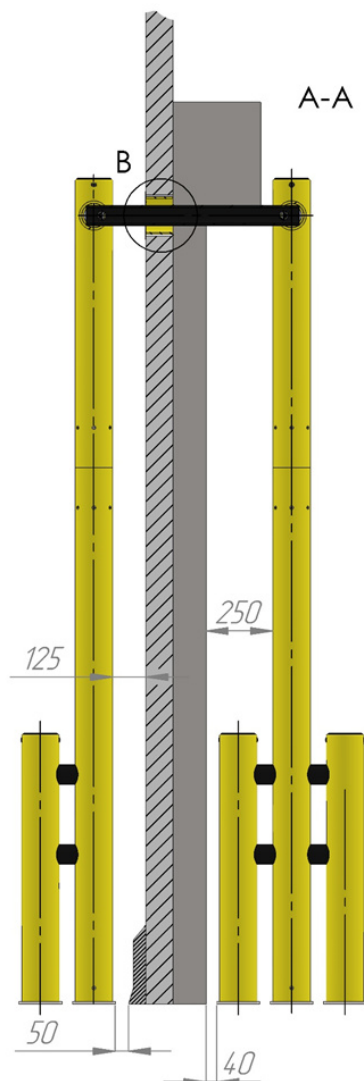
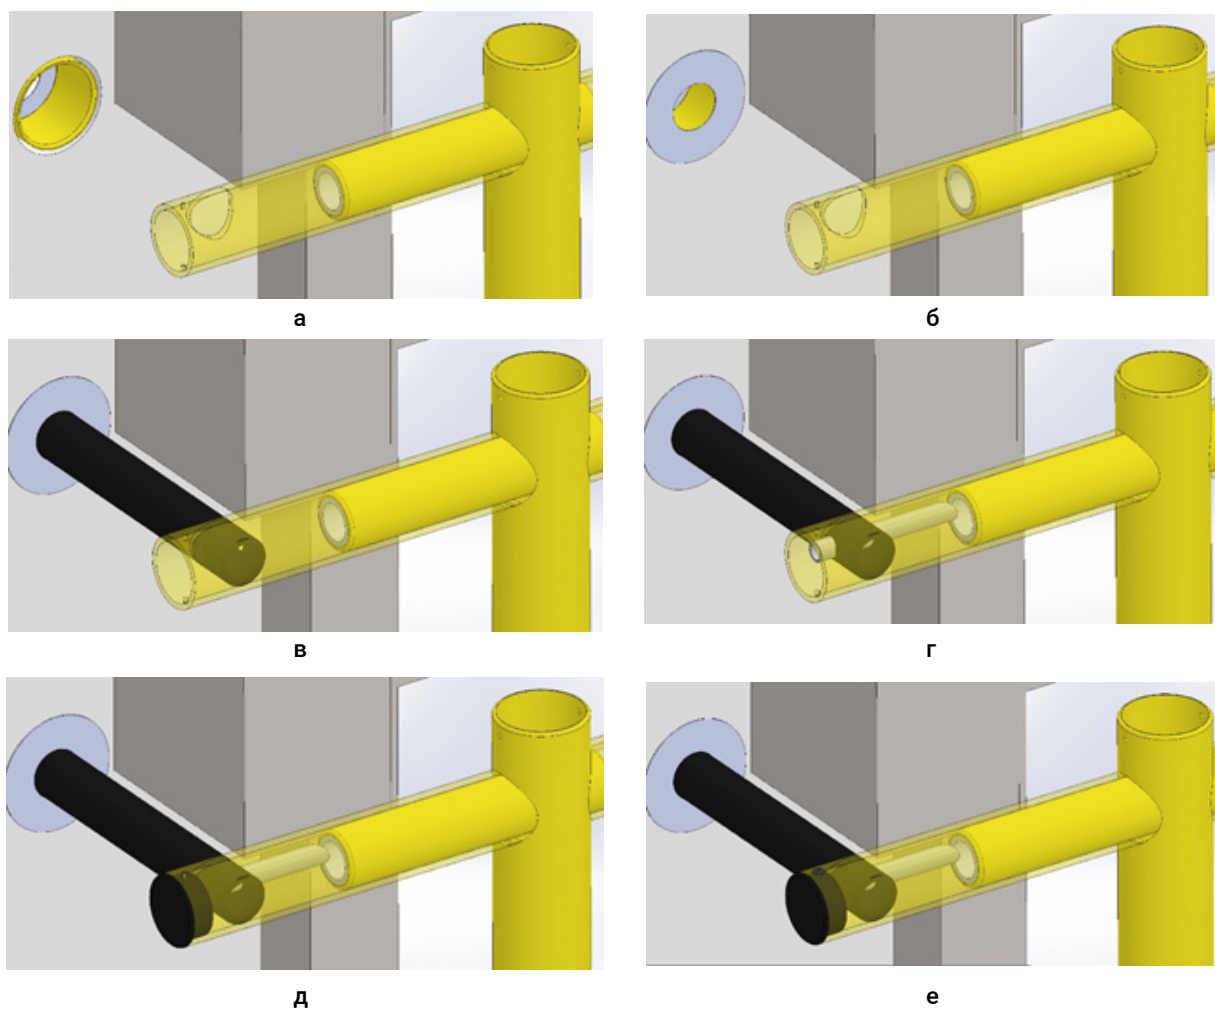
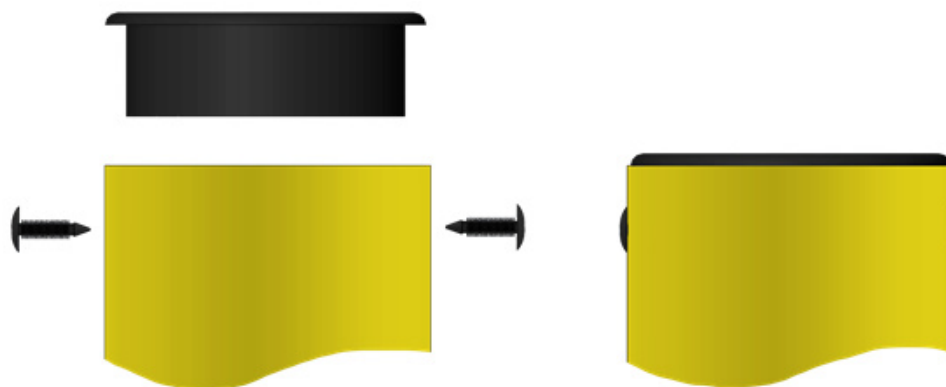

Рисунок 5. Сечение собранной конструкции барьера.
Рисунок 7. Установка трубы-перемычки 75 мм.
Рисунок 9. Установка и фиксация крышек.
3. Монтировать трубы (рис. 1(7)) в отверстия в стене с использованием монтажной пены (вид В на рис. 4 и рис. 5).
Установить трубы-перемычки 75 мм в соответствии с алгоритмом, указанным на рис. 7.
- 4.1. Подставить примерно в место монтажа собранную в п. 1 конструкцию (см. рис. 7.а).
- 4.2. Наклеить на отверстия в стене **косметические кольца** (рис. 1(8)), как показано на рис. 5 и рис. 7-б.
- 4.3. Продеть через отверстие в стене и кольца косметические **трубы-перемычки 75 мм** (см. рис. 7-в).
- 4.4. Заклинить трубы-перемычки 75 мм (рис. 1(6)) в перекладинах барьера с помощью **труб фиксирующих 32 мм**, как показано на рис. 7-г.
- 4.5. Закрыть торцы поперечин барьера **крышками** (рис. 2(9)), как показано на рис. 7.д.
- 4.6. Зафиксировать каждую крышку парой **клипс** (рис. 2.13), как показано на рис. 7-е и рис. 9. Для монтажа клипс необходимо после установки крышки просверлить 2 отверстия диаметром 7 мм на расстоянии 20 мм от торца трубы поперечины. В эти отверстия забить **клипсы**.